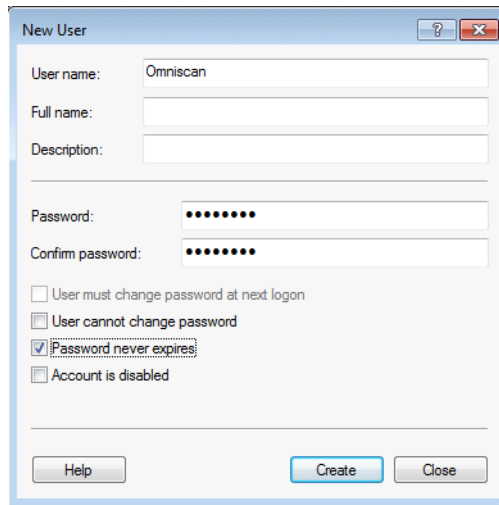

Рис. 7-26 Окно Новый пользователь (Windows 7)
5. В текстовом поле **User name** (Имя пользователя) диалогового окна **New User** (Новый пользователь) введите **Omniscan**, соблюдая формат букв (см. Рис. 7-26 на стр. 227).